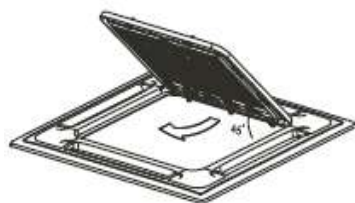

Fig.4-10
- Soulevez la grille à un angle de 45° environ et retirez-la (Voir Fig. 4-10).